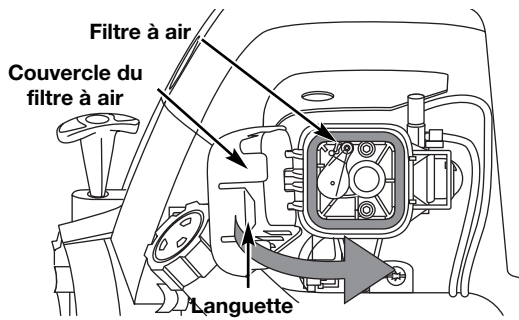

Fig. 31
7. Réinstallez le couvercle du filtre à air. Placez les crochets à gauche du filtre à air dans les fentes à gauche de la plaque arrière (Fig. 31).
8. Pivotez le couvercle vers la droite jusqu'à ce que la languette du couvercle du filtre s'enfonce d'un déclic dans la plaque arrière (Fig. 31).